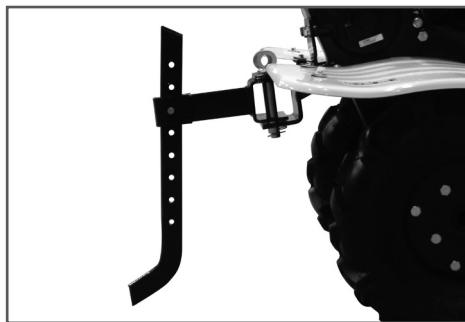

Рис.4 Установка сошника
5. Установите кронштейн сошника на раму мотокультиватора и закрепите сошник (Рис.4) для устойчивости мотокультиватора.